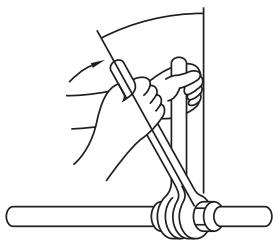

Fig. 5-9
- Kom et tyndt lag køleolie på rørets sædeflade. (Fig. 5-9)